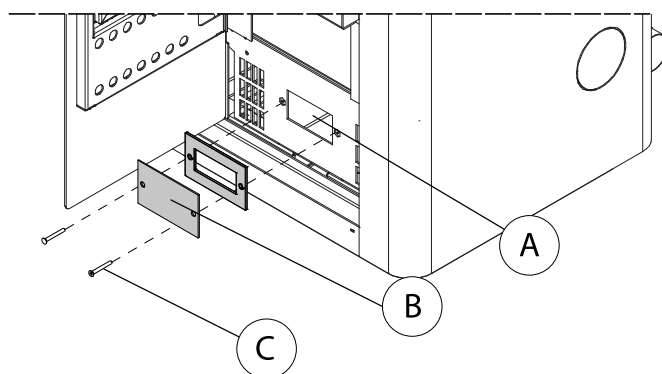

Fig. 6.1.2
- para un acceso fácil al ventilador (A) basta con remover la tapa (B) con la junta relativa, utilizando los dos tornillos (C) (Fig. 6.1.2).